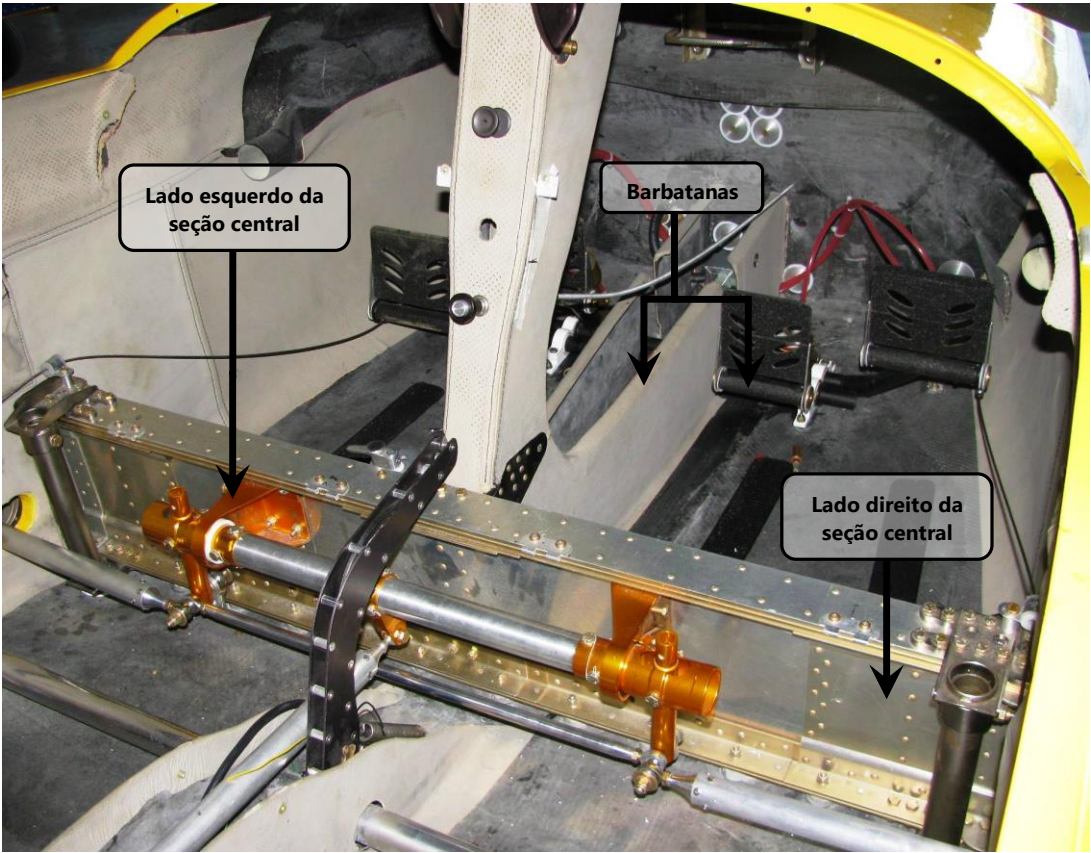
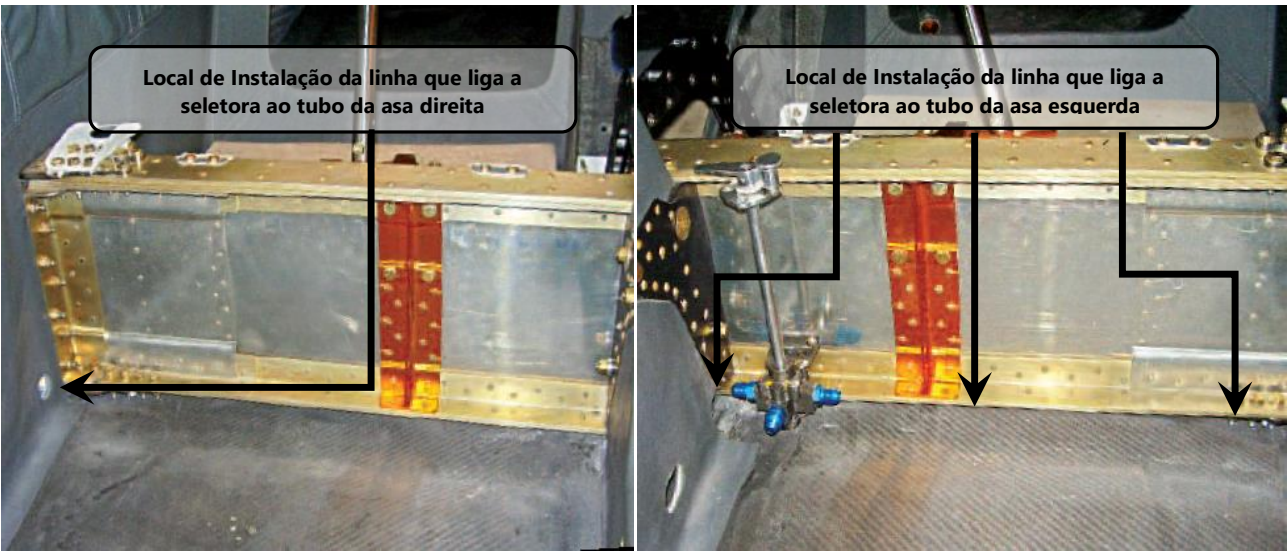

Figura 28.20.9 – Local de instalação das linhas de combustível
Figura 28.20.10 – Detalhe dos lados da seção central, ver figura 28.20.9
A linha que interliga a chave seletora à bomba elétrica é instalada no interior da barbatana, mostrada na figura 28.20.9.
O local de instalação das linhas que ligam os tanques de combustível de ambas as asas, esquerda e direita, é logo a frente da seção central, como indicado na figura 28.20.9 e a figura 28.20.10.
3. Realizar o mesmo procedimento com o tubo AA-28-20-400-45 no lado esquerdo da seção central (ver figura 28.20.10) conforme a figura abaixo.
4. Posicionar o tubo da bomba de combustível AA-28-20-400-44 no interior da barbatana (ver figura 28.20.9) como indicado na figura 28.20.15;